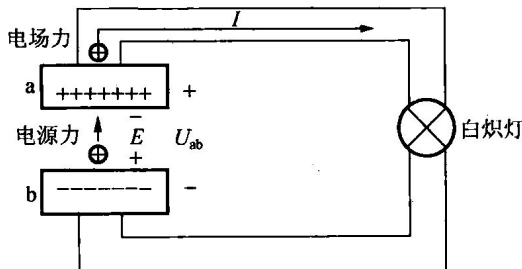

图 1.6 电压的定义
(1) 电压的大小。由电场知识可知, 电场力能够移动电荷做功。在图 1.6 所示电路中, 极板 a 带正电, 极板 b 带负电, a、b 间存在电场。极板 a 上的正电荷在电场力的作用下从 a 经过白炽灯移到极板 b, 从而形成了电流, 使白炽灯发光, 这说明电场力做功产生了电流。
在图 1.6 中,当电场力移动正电荷从 a 经过白炽灯到 b 时,就将电能转换为光能,所以正电荷在 a 点具有比 b 点更大的能量。我们把单位正电荷在电路中某点所具有的能量称为该点的电位,用 V 表示,如 a 点的电位为 V_a , b 点的电位为 V_b 。由此可知,电路中两点之间的电压就是这两点的电位之差,即
在图 1.6 中,为维持电路中的电流流通,使白炽灯不断发光,必须保持电路 a、b 两端间的电压 U_{ab} 恒定不变,这就需要电源(非电场力)源源不断地把正电荷由负极 b 移向正极 a,以维持 U_{ab} 不变,这一装置称为电源。电源力克服电场力移动正电荷从负极到正极所做的功,用物理量电动势来衡量。电动势在数值上等于电源力把单位正电荷从负极 b 经电源内部移到正